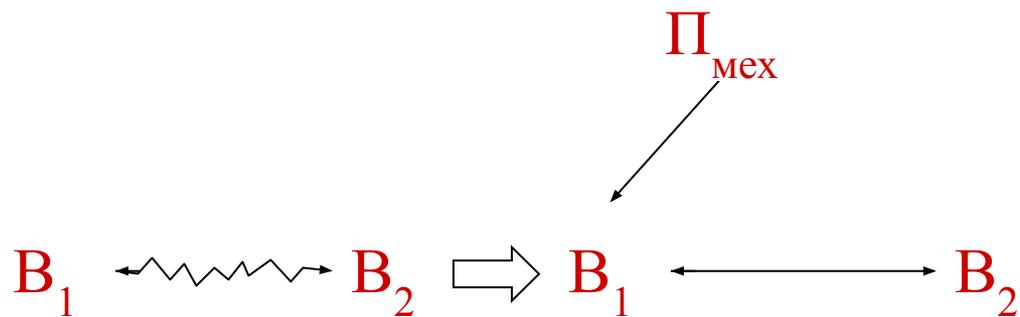

Рисунок 2
- Это уже есть **физическая задача**. Чтобы убрать избыток краски нужно приложить силу: потрясти или вращать цилиндр (а.с. 242714), что логически вытекает из вепольной формулы задачи. Вепольная запись об окраске изделий тонким слоем краски и удалением избытка краски вращением изделия выглядит (рисунок 2) следующим образом (где  $B_1$  – изделие,  $B_2$  – инструмент,  $\Pi_{\text{мех}}$  – поле механических сил):